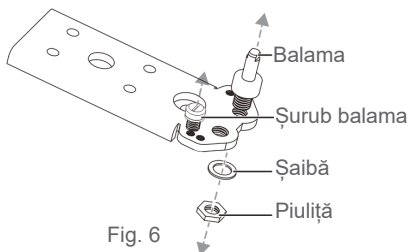

Fig. 6
6. La balamaua inferioară (de jos), scoateți șurubul balamalei și apoi balamaua după ce i-ați scos șaiba și piulița (→ Fig. 6).